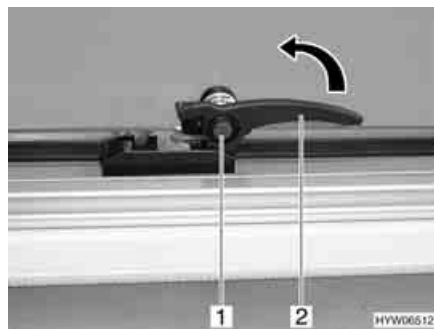

Fig. 53 Leva di serraggio in posizione "Chiuso"
- Premere il bottone di sicurezza (Fig. 53,1) e mantenerlo premuto.
- Ruotare la leva di serraggio (Fig. 53,2) di un quarto di giro verso il centro della finestra.
- In posizione "Completamente chiusa" (Fig. 53)